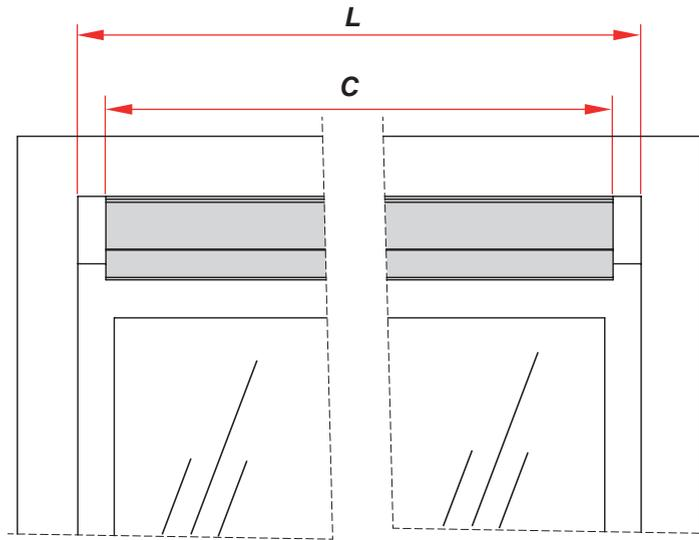

Figura 6: Corte a tampa (mostrada em cinza) em um comprimento C que seja de 13 a 15 mm menor que L.
Corte a tampa em um comprimento (C) que seja de 13 a 15 mm mais curto que a largura interna (L) da moldura da porta de correr (consulte a Figura 6).